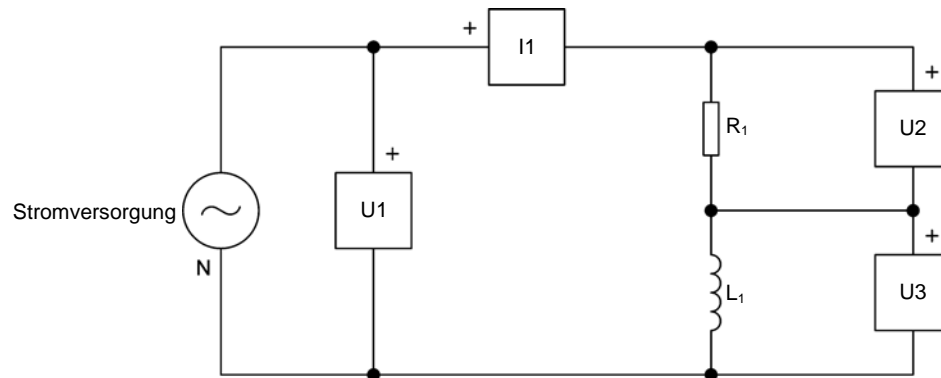

Abbildung 18. Einfache induktive Widerstandsschaltung.
- Verbinden Sie die Geräte, wie in Abbildung 18 gezeigt.
Die roten Anschlussklemmen der Eingänge U_1 , U_2 , U_3 und I_1 am Modul **Mess- und Steuerinterface** entsprechen den Anschlussklemmen, die in Abbildung 18 mit einem Pluszeichen (+) gekennzeichnet sind.
2. Stellen Sie im Modul Ohmsche Last den Wert von Widerstand R_1 auf den Wert ein, der in Abbildung 18 gezeigt wird. Beobachten Sie dabei, wie sich die Werte in der Zeigerdiagramm-Datentabelle verändern und so die Veränderung der Schaltkreis-Impedanz widerspiegeln.